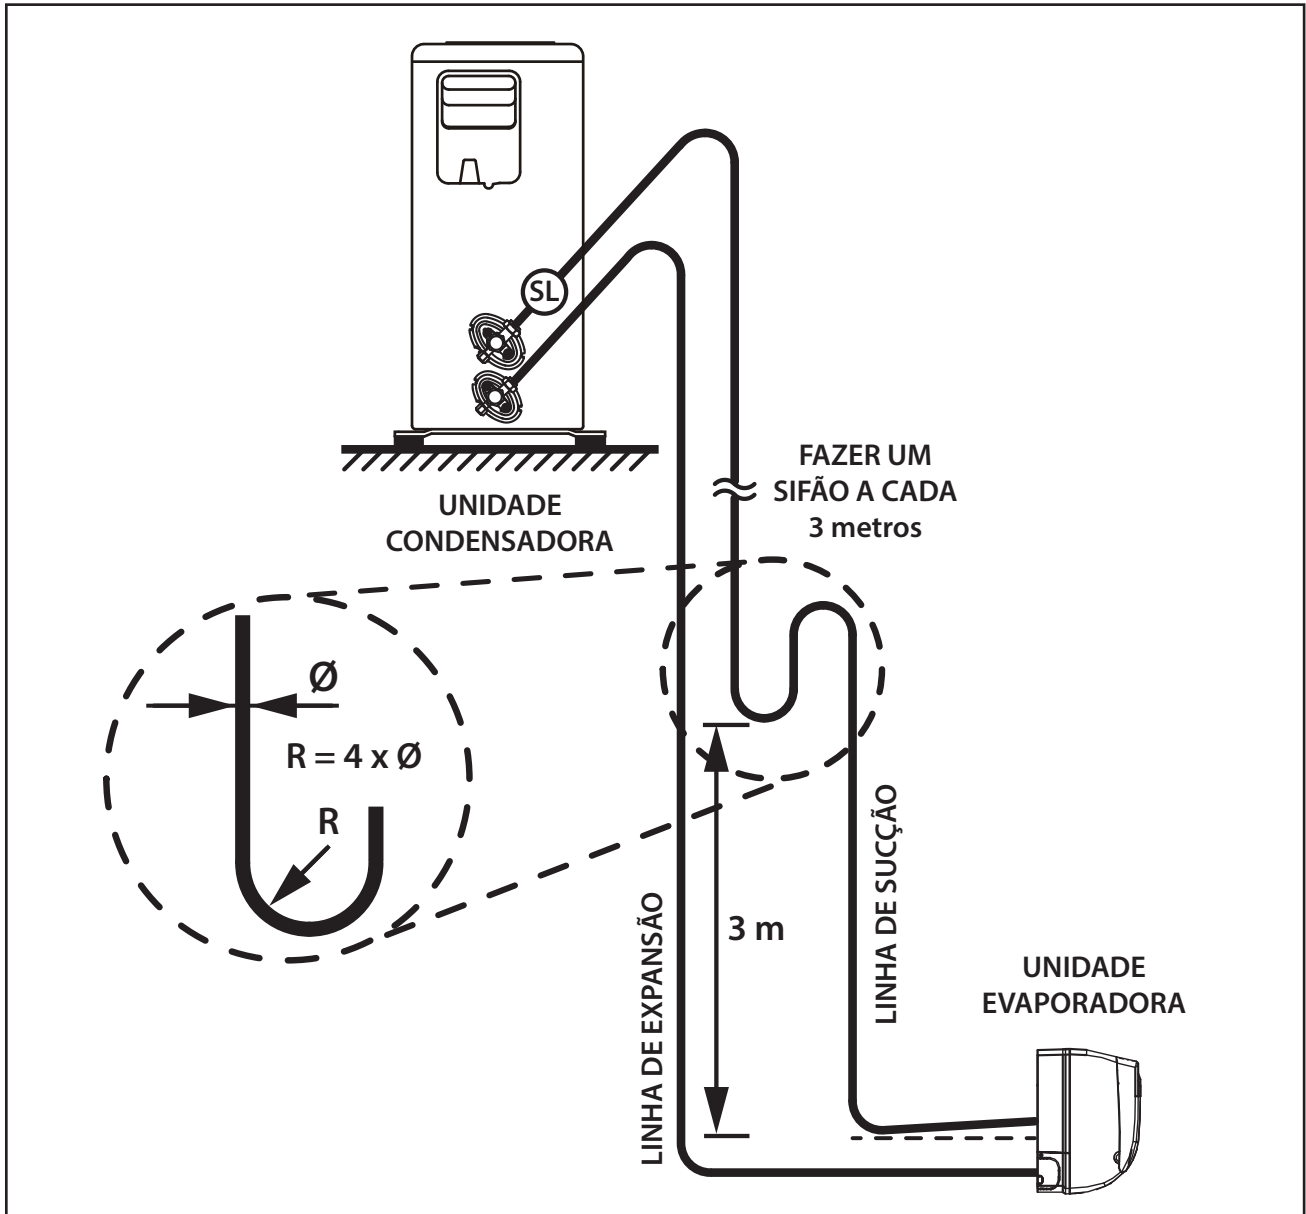

FIG. 15 - LINHAS DE INTERLIGAÇÃO
- 1° Quando a unidade condensadora estiver em um nível superior ao da unidade evaporadora, fazer sifões nas subidas da linha de sucção a **cada 3,0 metros**; considerando desde a saída da evaporadora (Fig. 15)